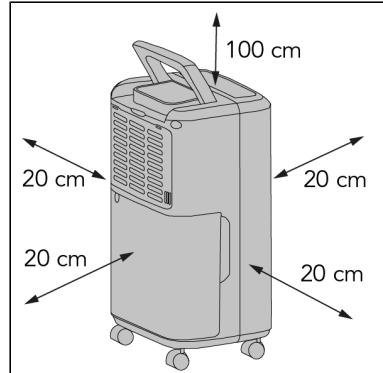

Abbildung 26.
2. Halten Sie die folgenden Mindestabstände ein, um eine gute Luftzirkulation des Geräts zu gewährleisten (Abbildung 26\*):